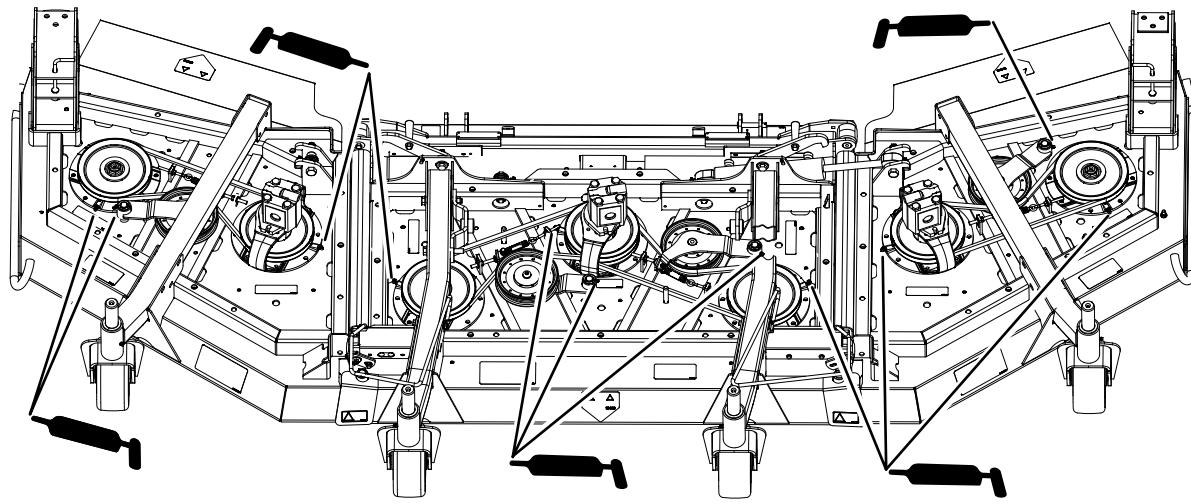

Bild 81
- Drei Spindelwellenlager (unter der Riemscheibe) (Bild 81)
- Zwei Spannarm-Drehbüchsen (Bild 81)